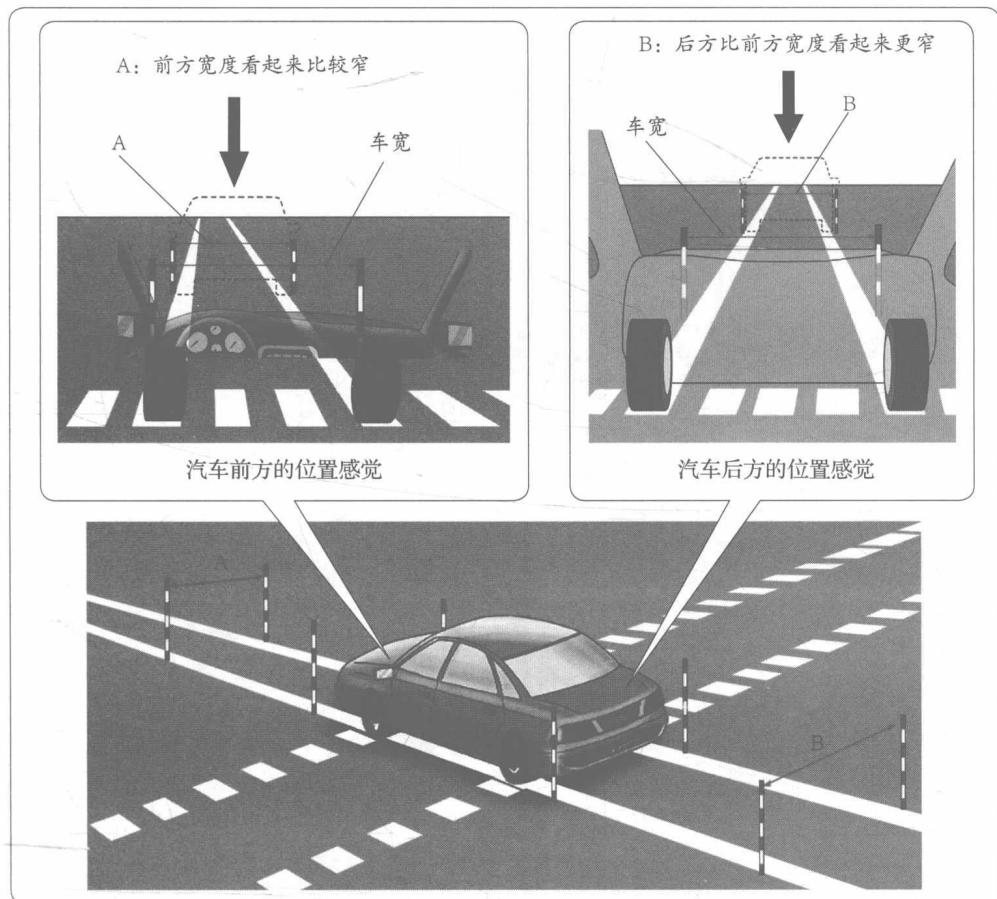

图 1-13 感觉车体前、后的大小
(1) 感觉车体前、后的大小。
①利用标杆感觉车体的 4 个角和车轮的行驶轨迹，可以养成良好的位置感，如图 1-13 所示。